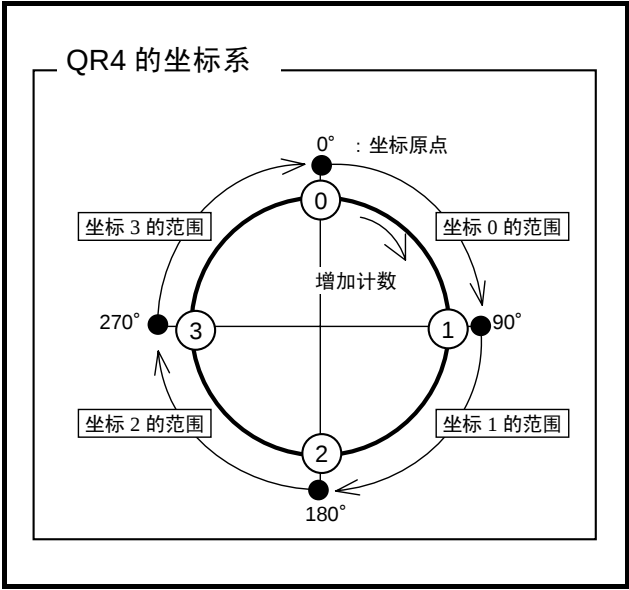

图 8-17：根据参数 QR 进行坐标分割示例
- ◇ 如「图 8-17：根据参数 QR 进行坐标分割示例」所示，以坐标原点为基点，设定将全周平分为 4 份的分割点（网格）。在该网格中进行定位。